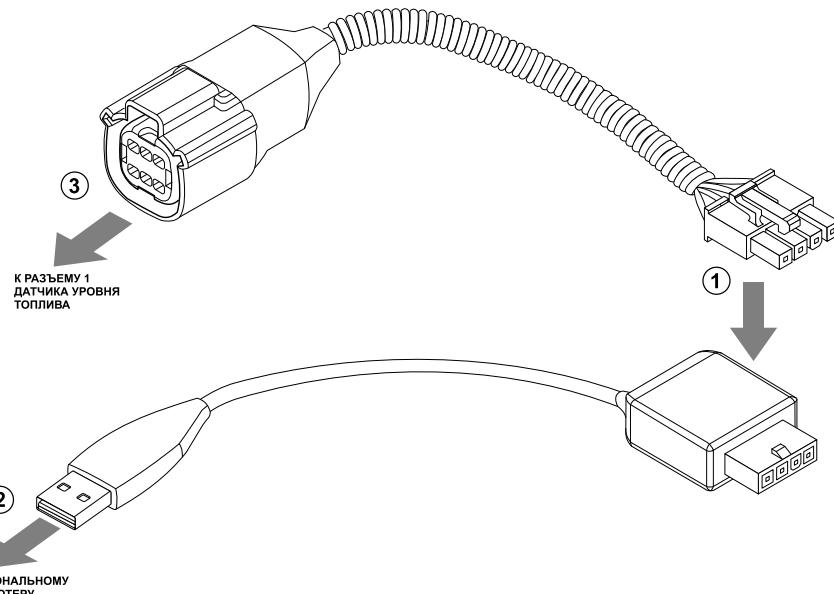

Рис.24. Подключение датчика к ПК
- подключить четырехконтактный разъем преобразователя TKLS-Prog-485 / TKLS-Prog-232 к четырехконтактному разъему переходного кабеля (Рис.24, п.1);
- подключить USB разъем преобразователя к ПК (Рис.24, п.2);
- подключить другой конец переходного кабеля к Разъему 1 датчика уровня топлива (Рис.24, п.3);